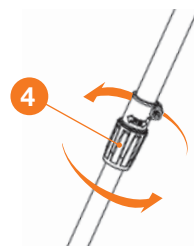

Рис. 10
1. Ослабьте фиксатор телескопической штанги **4**, вращением в сторону символа открытого замка (Рис. 10).
3. Затяните фиксатор **4**, поворотом в сторону замка (Рис. 10).